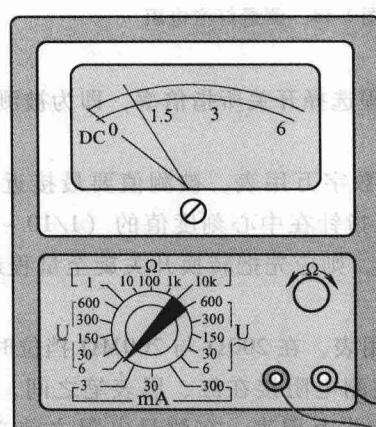

图 1-16 选择挡位与量程
2) 将功能与量程选择开关置于直流电压挡，并根据电压值选择合适量程，如图 1-16 所示。